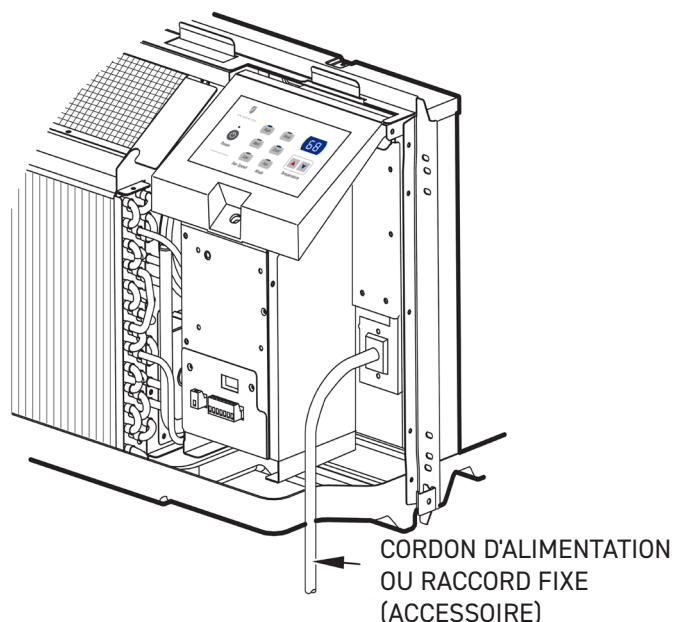

Figure E.4.2 Raccord électrique/alimentation
1. Suivre les étapes 4 à 6 de la section E.4 et consulter la figure E.4.2.
1. Raccorder le cordon d'alimentation (accessoire) ou le raccord fixe au connecteur de l'appareil. Consulter la figure E.4.2.